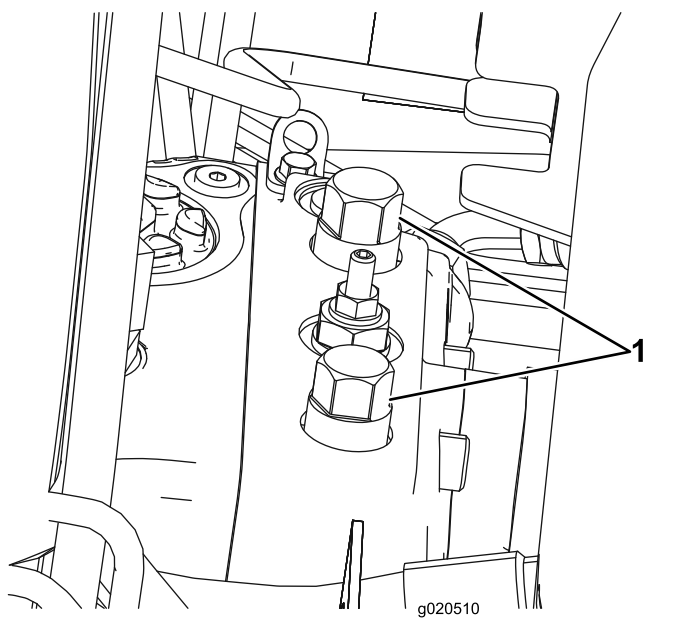

Рисунок 25
1. Откройте капот и найдите перепускные клапаны (Рисунок 25) сверху на насосе, позади ящиков для аккумуляторной батареи и хранения.